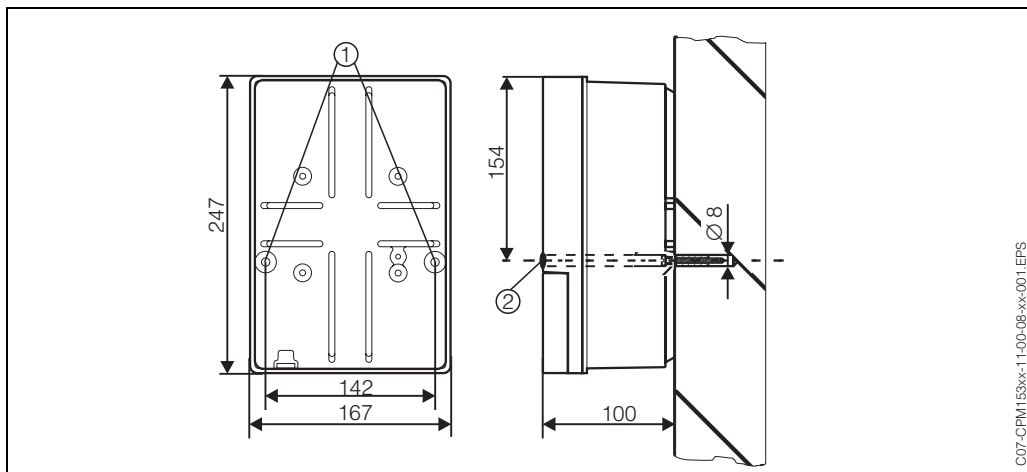

Fig. 2 : Dimensions pour montage mural : vis de fixation : \varnothing 6 mm, cheville : \varnothing 8 mm
1. Percez des trous selon fig. 2.
2. Insérez les deux vis de fixation à l'avant dans les trous de fixation appropriés (1).
4. Couvrez les perçages avec les capuchons en plastique (2).